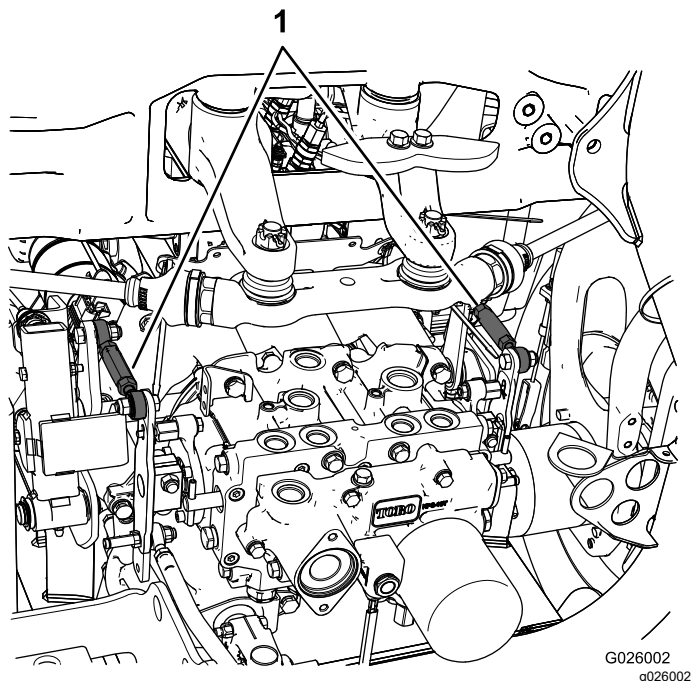

Рисунок 48
- Если вращается левое колесо, отпустите зажимную гайку на левой тяге управления трансмиссией (Рисунок 48).